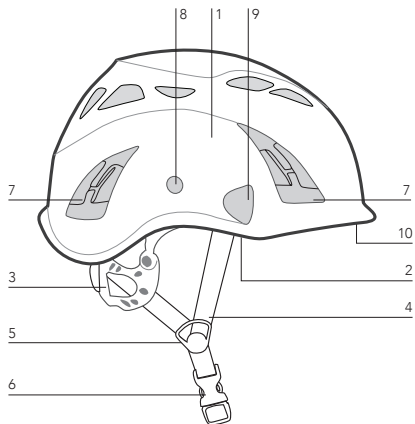

FIG. 1
**INSTRUCCIONES:** Como medida de protección, este casco debe ser utilizado en todo momento durante las actividades laborales. Para una protección adecuada, es importante que el casco sea del tamaño correcto y que se ajuste correctamente a la cabeza para ofrecer óptimo confort y seguridad. Este casco debe ser ajustado para adaptarse al usuario. Después de abrochar y ajustar la correa, compruebe siempre que el casco no esté demasiado ajustado, ni que se mueva libremente de un lado para el otro. Verifique que el casco esté asentado y centrado sobre la cabeza (ver Fig. 1). Cuanto mejor esté ajustado el casco (movimiento mínimo de adelante a atrás o de un lado al otro), mejor es la protección que puede proporcionar.